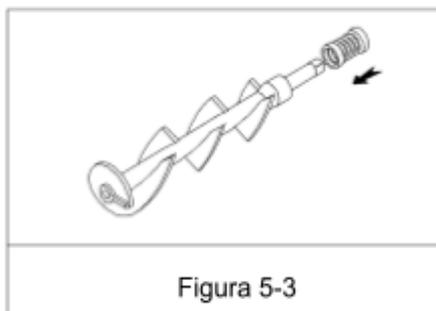

Figura 5-3
2. Lubricar y colocar la junta del batidor en la parte trasera del batidor. **No** lubricar la punta cuadrada (figura 5-3).
4. Colocar las juntas de la puerta de descarga (10) en las ranuras de la parte trasera de la puerta de descarga.